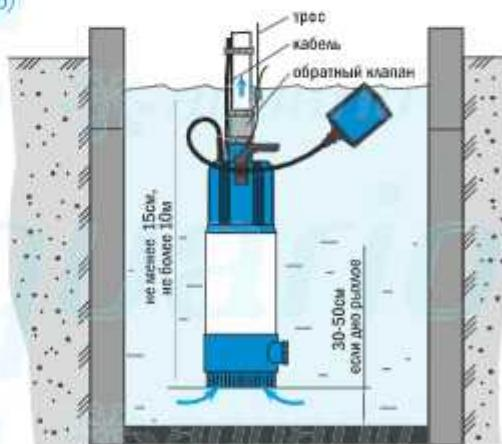

рис.4
При установке насоса в колодец, бассейн или емкость рекомендуемая комплектация показана на рис. 4а.
Необходимо убедиться в том, что существует достаточно пространства для свободного перемещения поплавкового выключателя. Для нормального функционирования поплавковый выключатель должен свободно перемещаться вверх-вниз не цепляясь за какие-либо препятствия. См рис.4б.
- В случае использования насоса совместно с элементами автоматического управления (реле давления, реле потока, мембранный бак и т.п.) необходимо установить на выходе из насоса обратный клапан (см. рис.4б). Обратный клапан препятствует сбросу воды через насос назад в источник после остановки насоса.